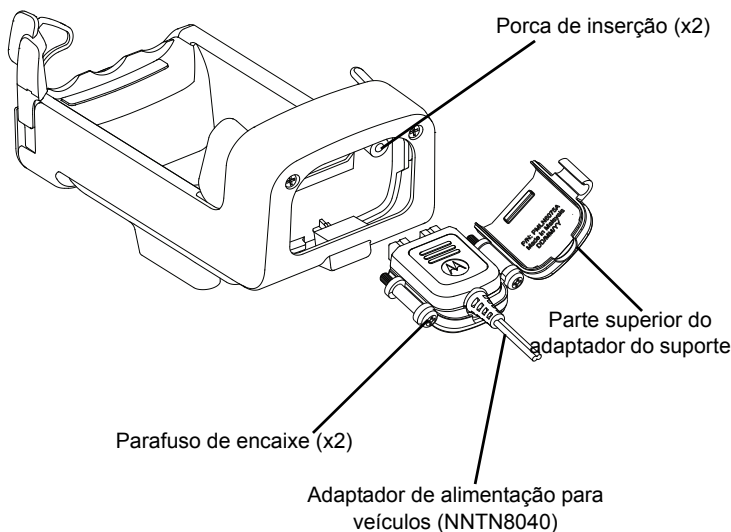

Figura 4. Instalar o suporte do adaptador VPA na base
Durante a instalação da base de carregamento para veículos PMLN6181 com kit VPA, use o seguinte procedimento. Ver Figura 4 acima:
1. Coloque o adaptador de alimentação para veículos NNTN8040 no adaptador do suporte como indicado na Figura 4.